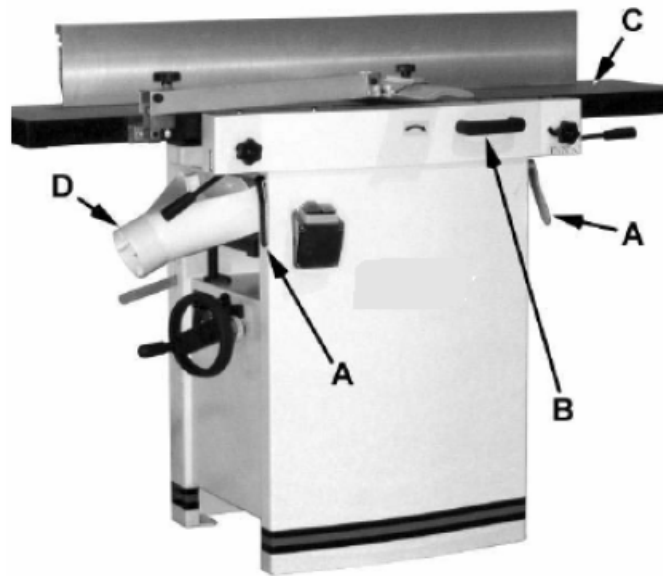

Figure 2
Pour changer la configuration de la machine de dégauchisseuse à raboteuse (voir la figure 2) :
1. Tirez le bouton de déverrouillage (F) et repositionnez la goulotte à poussière (D, G) vers la gauche. Il doit être positionné comme indiqué sur la figure D, Fig. 2.
2. Relâchez le loquet (E) et amenez la table vers l'avant à l'aide de la poignée d'inclinaison (B). Il doit être positionné comme indiqué dans C, Fig. 2.
3. Verrouillez la table (C) en poussant les poignées de verrouillage (A) vers la machine et en les faisant tourner vers le bas (loin de l'opérateur).